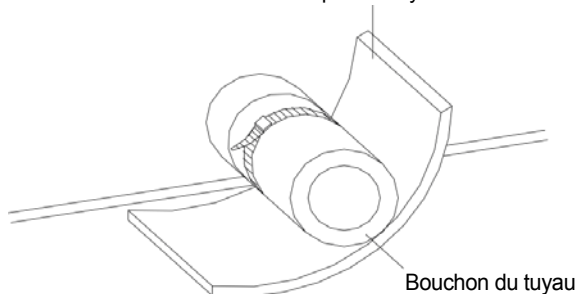

Fig.13 Isolation thermique du tuyau de condensat
- a. Le tuyau de condensat doit être incliné de 5 à 10° pour faciliter l'évacuation de l'eau issue de la condensation. Les raccords du tuyau de condensat doivent être isolés avec un matériau isolant pour éviter la formation de condensation (voir Fig. 13).